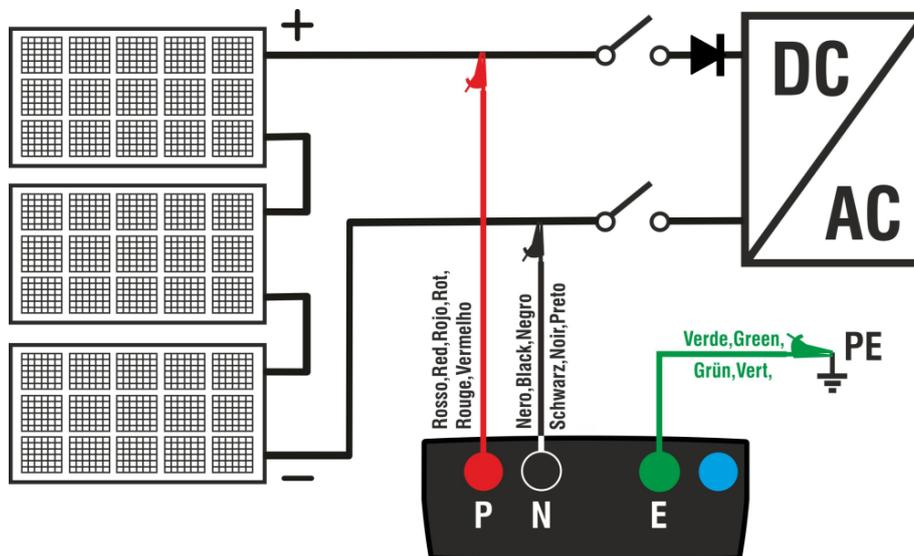

Fig. 8: Connexion de l'instrument pour la mesure de l'isolation en mode GFL
8. Connectez l'instrument à la chaîne PV testée comme indiqué dans Fig. 8. **N'oubliez pas que les parafoudres connectés aux câbles de la chaîne / des chaînes doivent également être déconnectés et qu'il est conseillé de mesurer en amont d'éventuelles diodes de blocage**
2. Connectez l'instrument à la chaîne PV testée comme indiqué dans Fig. 8